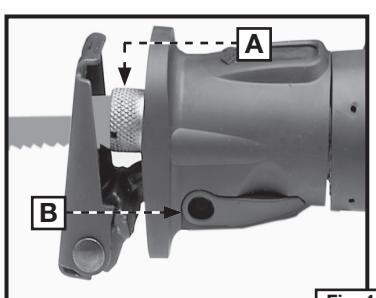

Fig. 4
- Insérez la lame dans le serre-lame jusqu'à ce qu'elle soit calée. Laissez le collier de dégagement tourner en sens horaire afin de bloquer la lame en place, (A) Fig. 4.